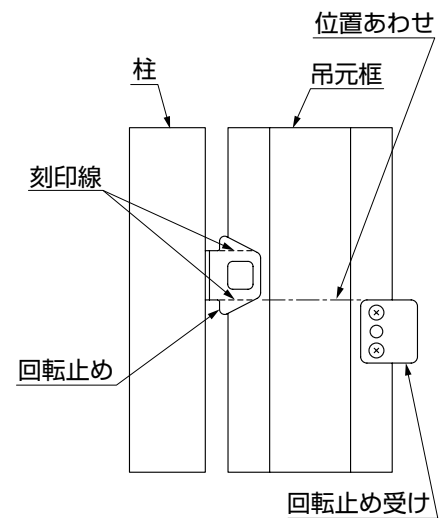

図4-3
- ⑤回転止めの位置を調整し、回転止め本体のネジをしっかりと固定してください。(図4-3参照)
- 回転止めの固定の際、回転止めの刻印線と回転止め受けの上面を合わせてネジをしっかりと固定するようにしてください。(図4-3参照)